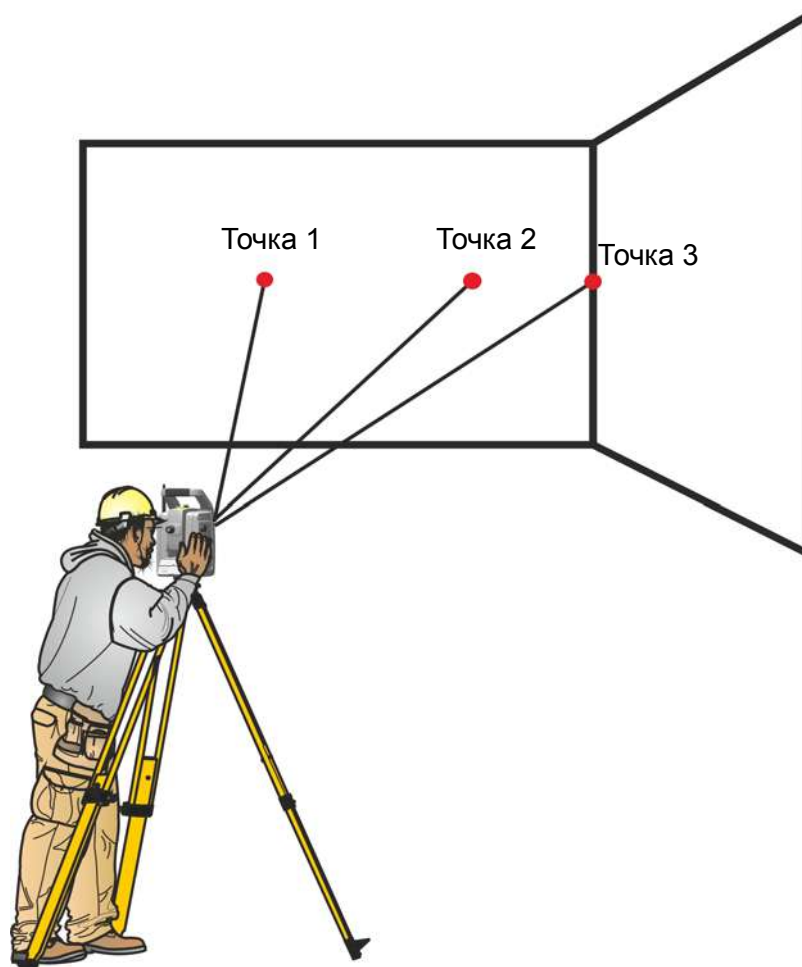

Рисунок 5.4. Измерение со смещением
2. Наведите инструмент на угол, чтобы записать правильные значения горизонтального и вертикального углов. См. рис. 5.4.